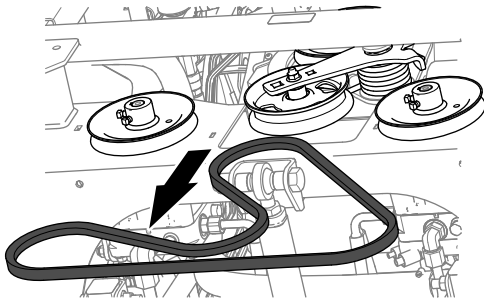

Figure 91
3. Déchaussez la courroie des poulies (Figure 91).